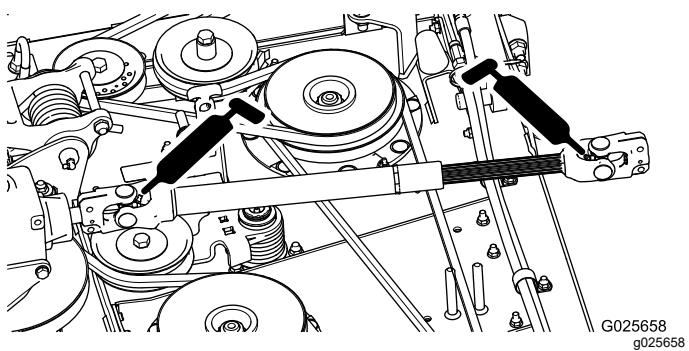

Figura 20
- Árbol de transmisión de la TDF (2) (Figura 20)